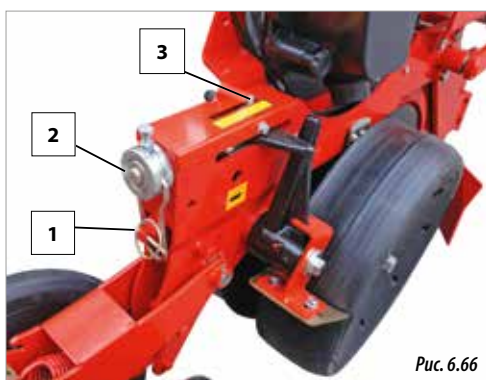

Рис. 6.66
- 1- Достать штифт (1, рис. 6.66), чтобы разблокировать рукоятку (2, рис. 6.66).
- 2- Повернуть рукоятку до нужной глубины заделки семян, ориентироваться на указатель глубины (3, рис. 6.66).
- 3- Когда необходимая глубина установлена, опустить рукоятку и закрепить ее штифтом (2, рис. 6.66), чтобы зафиксировать (1, рис. 6.66) заданную глубину заделки семян.